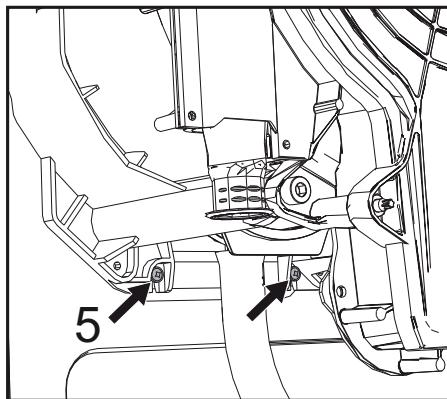

fig. 48
- Slăbiți cele 2 șuruburi **de jos „5”** care fixează schimbătorul de căldură de șasiu (fig. 48)